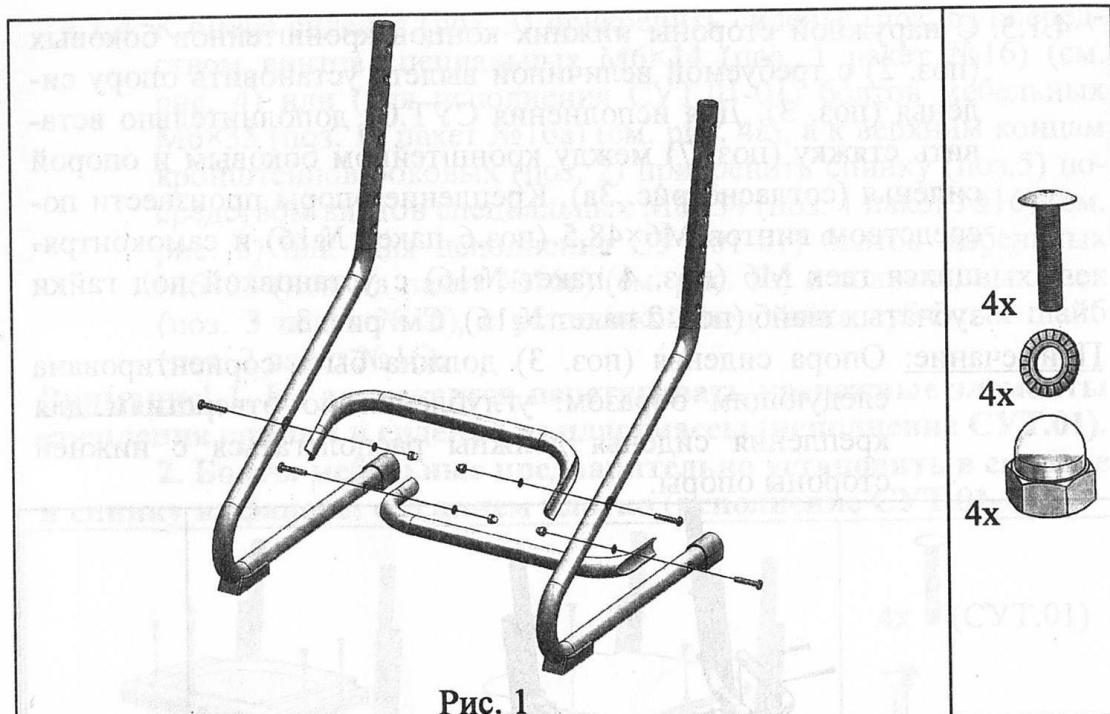

Рис. 1
4.1.1. Стойки боковые (поз. 1) соединить стяжками (поз. 4) посредством винтов М6×32 (поз. 5 пакет №16) и колпачковых гаек М6 (поз. 3 пакет №16) с установкой под гайки зубчатых шайб (поз. 2 пакет №16). См. рис. 1.